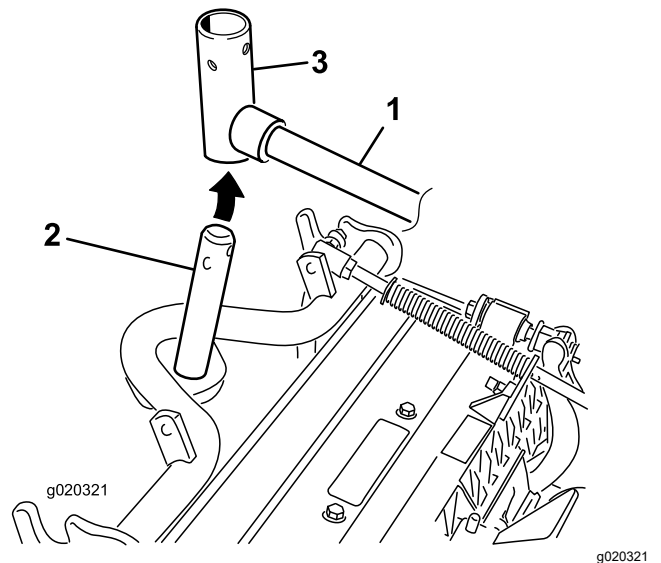

图 10
3. 对于前滚刀组在将承载架轴向上插入提升臂轴枢的同时把滚刀组滑到提升臂下方 (图 10)。
2. 将提升臂枢插入承载架轴的上方 (图 10)。